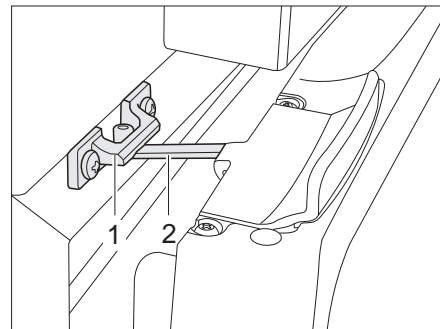

Fig. 235 Porta del frigorifero in posizione di ricircolo d'aria (Thetford)
- Aprire il bloccaggio (Fig. 235,2) e innestarlo nella sede di bloccaggio (Fig. 235,1). In questo modo la porta del frigorifero rimane ferma in posizione socchiusa.